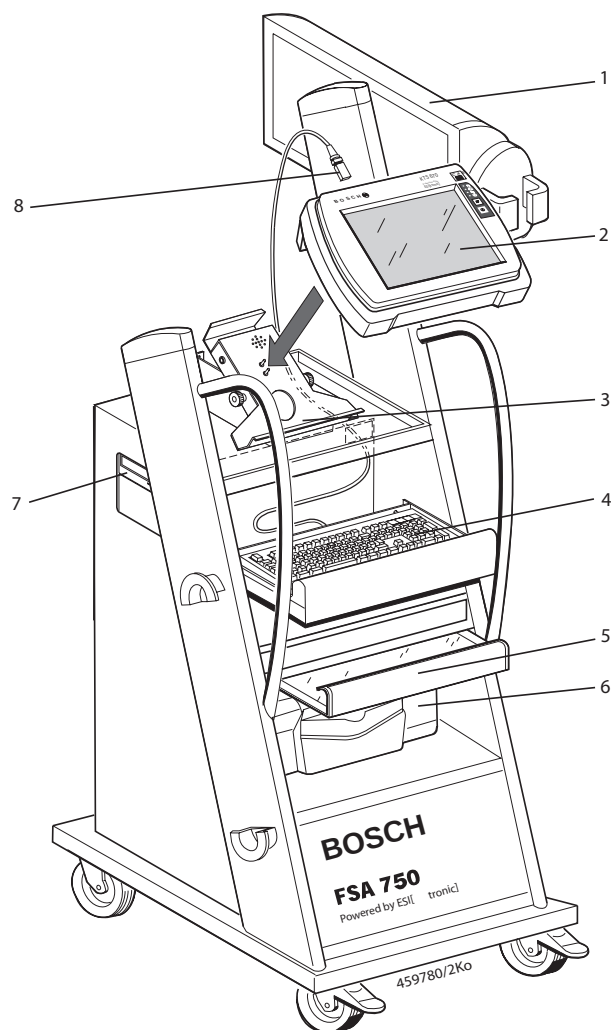

Fig. 1: Vista frontal FSA 750
3. Colocar el KTS 670 recto sobre la estación de carga (fig. 1; pos. 2, 3).
4. Enchufar el cable de conexión USB en el KTS 670 (fig. 1; pos. 7).
5. Colocar la impresora en el carro (fig. 1; pos. 5).